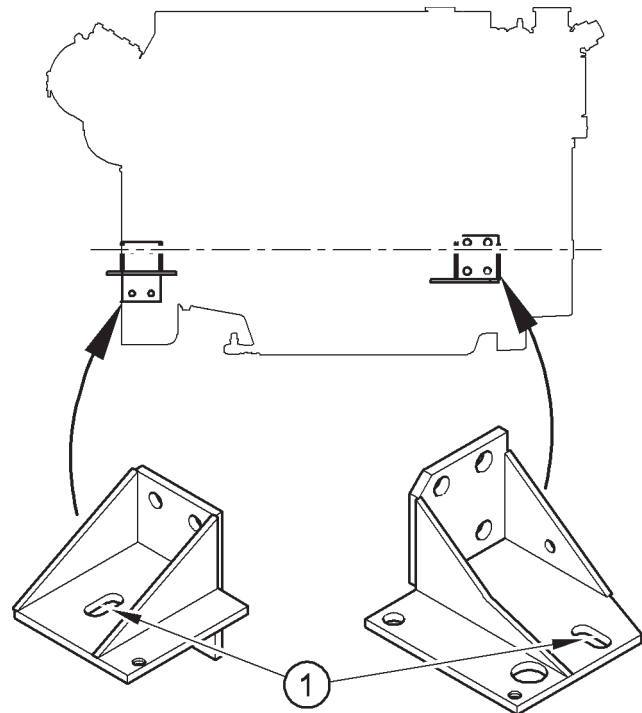

Abbildung 4
Abbildung 4 zeigt, dass die Löcher (1) für die Befestigungsbolzen schlitzförmig sind, 36 x 17 mm, damit am Ende der Ausrichtung noch Bewegungsmöglichkeit besteht. Sollte keine Feinausrichtung erforderlich sein, zum Beispiel bei Verwendung einer Antriebswelle mit einer flexiblen Verbindung, sollten die Bolzen an allen vier Ecken des Motors am Schlitzende positioniert werden - alle entweder ganz innen oder ganz außen. Das sorgt für zusätzliche Sicherheit bei den Befestigungen.